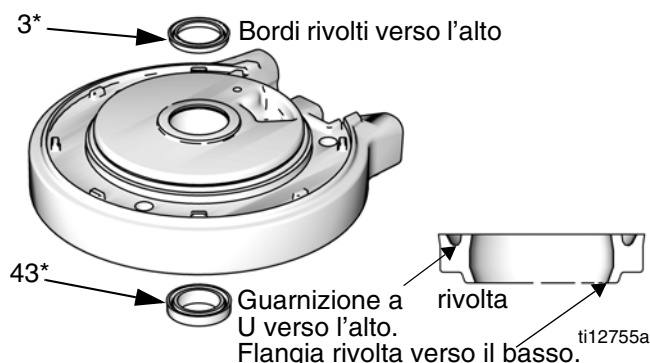

FIG. 12: Installazione della guarnizione a U del motore pneumatico
1. Lubrificare e installare l'anello di tenuta (9*) sul coperchio superiore (13).
2. **Solo M07xxx, M12xxx e M18xxx:** installare l'ammortizzatore superiore (29) sul coperchio superiore (13).
3. Lubrificare la parte interna del cilindro (11). Abbassare il cilindro (11) portandolo sul coperchio superiore (13).
4. Lubrificare e installare l'anello di tenuta (8*) intorno al pistone (5).
5. Far scorrere il gruppo del pistone (5) nel cilindro (11). Accertarsi che l'anello di tenuta (9*) resti in posizione.
6. Installare lo schermo (12) intorno al cilindro (11) e nella scanalatura sul coperchio superiore (13).
7. Vedere FIG. 12. Lubrificare e installare una nuova guarnizione a U con flangia (43*) nella parte inferiore del cuscinetto sul coperchio inferiore (1). La guarnizione a U deve essere rivolta verso l'alto, mentre la flangia deve essere rivolta verso il basso. Lubrificare e installare una nuova guarnizione a U (3*) nella parte superiore del cuscinetto. I bordi devono essere rivolti verso l'alto.
3 Guarnizione a U rivolta verso l'alto. Flangia (solo guarnizione inferiore) rivolta verso il basso. Vedere FIG. 12, pagina 15.